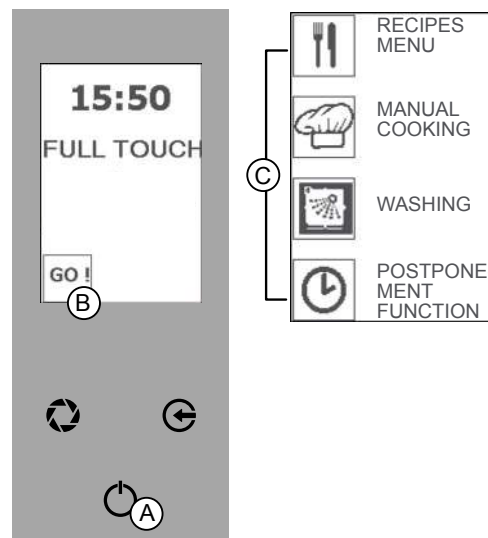

Fig.1
La touche « ENVOI » (Fig.1/A) peut être sélectionnée pour exercer 3 fonctions différentes :
- Mode « STAND BY » : écran éteint et touche « ENVOI » allumé (Fig.1).
- Modalité « ECRAN INITIAL » : écran allumé, visualisation d'horloge et touche « ENVOI » allumée (Fig.1).
- Mode « MENU PRINCIPAL » : visualisation des fonctions (MENU RECETTES - CUISSON MANUELLE - LAVAGE - FONCTION REPORTÉE - Fig.1/C).